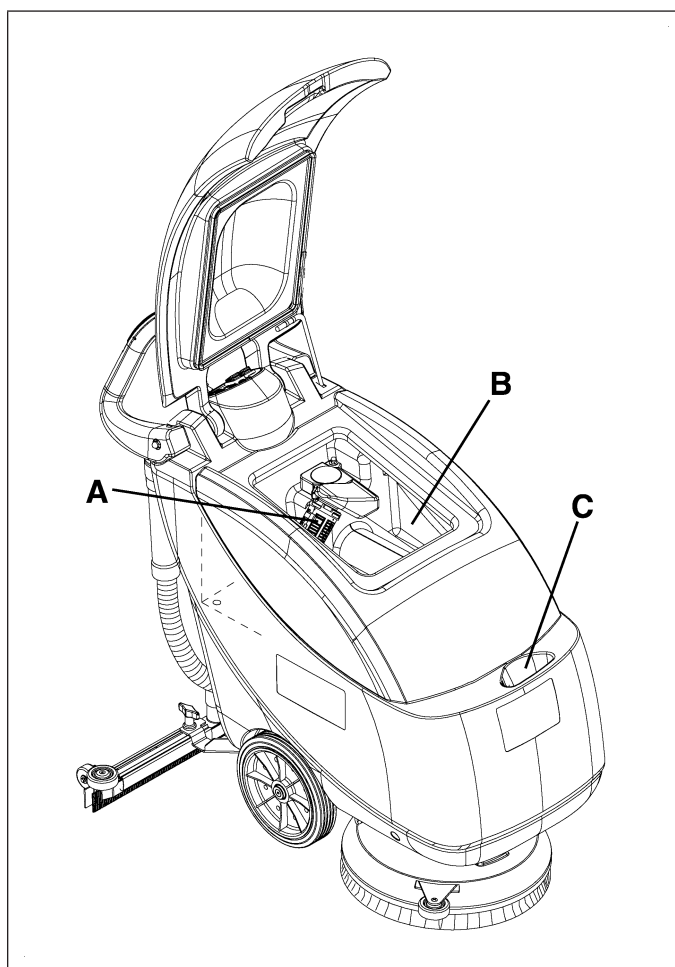

Figure 20
Un système de fermeture automatique à flotteur (A, Fig. 20) bloque le système d'aspiration lorsque le réservoir de récupération (B) est plein.
Lorsque le réservoir de l'eau de récupération (B, Fig. 20) est plein, le vider en procédant comme suit.
2. Vider les réservoirs (B et C, Fig. 20), en procédant comme indiqué au paragraphe précédent.